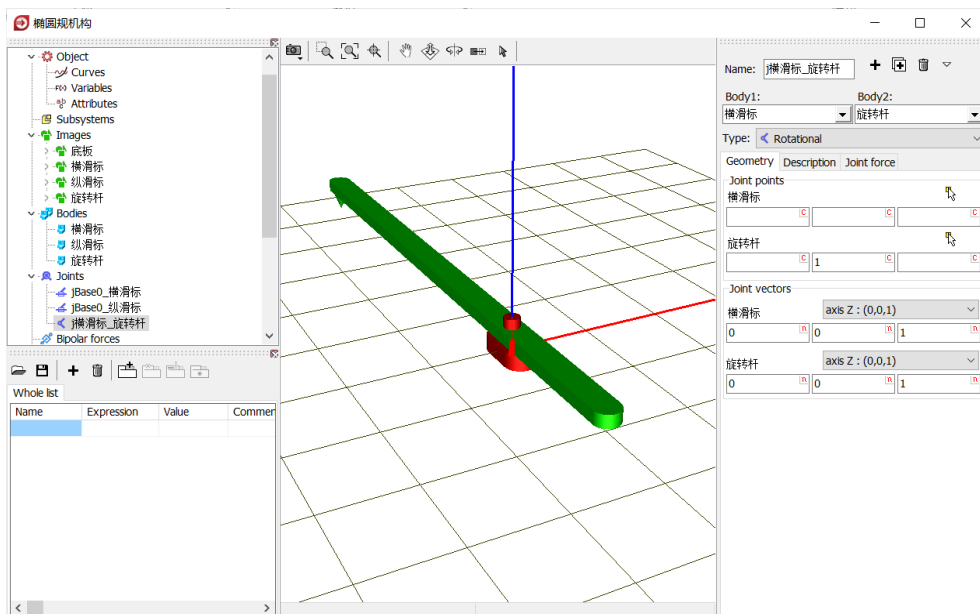

图 2-80
- 12) 创建第三个铰，**Body1** 选择横滑标，**Body2** 选择旋转杆，**Type** 选择 **Rotational**，**Joint points** 分别为 $(0, 0, 0)$ 和 $(0, 1, 0)$ ，**Joint vector** 都选择 Z 轴，如图 2-80。表示将旋转杆的点 $(0, 1, 0)$ 与横滑标原点重合，旋转杆绕横滑标的 Z 轴可以转动，并且旋转杆的 Z 轴与之平行（重合）。